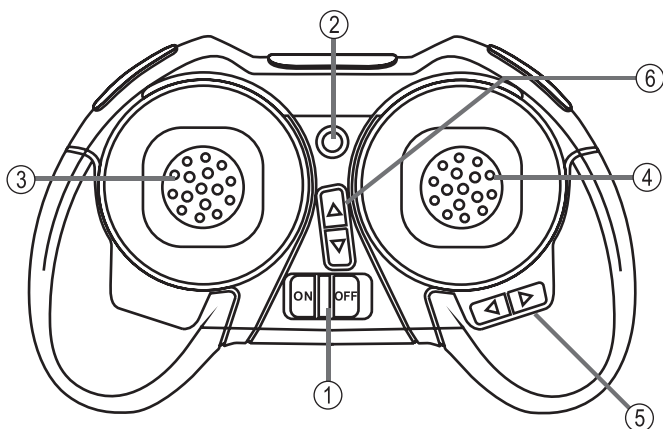

Figura 3
Quando il trasmettitore è in funzione, lo stato delle batterie viene controllato costantemente. Se il livello di tensione delle batterie scende sotto un certo valore, il trasmettitore avverte con un segnale acustico emesso a intervalli e il lampeggio permanente del LED (figura 3, pos. 2). In questo caso, si dovrebbe interrompere immediatamente il volo e sostituire le batterie del trasmettitore.
Spingere in avanti la leva dell'acceleratore (figura 3, pos. 3) per aumentare la velocità del motore e far salire il quadricottero. Tirare la leva dell'acceleratore all'indietro per far scendere il quadricottero. Se si lascia la leva dell'acceleratore in posizione centrale, il quadricottero mantiene la posizione per un po'.
- Collocare la leva di comando per il controllo motore nella posizione più bassa (1).
- Accendere il quadricottero (2). I LED anteriori del modello iniziano a lampeggiare velocemente.
- Accendere infine il telecomando tramite l'interruttore on/off (3). Il trasmettitore emette un doppio segnale acustico. Il LED di controllo sul trasmettitore (figura 3, pos. 2) lampeggia.
- Spingere la leva di comando sinistra (4) in avanti fino a quando viene emesso un segnale acustico di controllo.
- Spingere la leva di comando sinistra (5) all'indietro fino a quando viene emesso un segnale acustico di controllo. Il LED di controllo sul trasmettitore e i LED sul quadricottero ora si accendono in modo permanente.